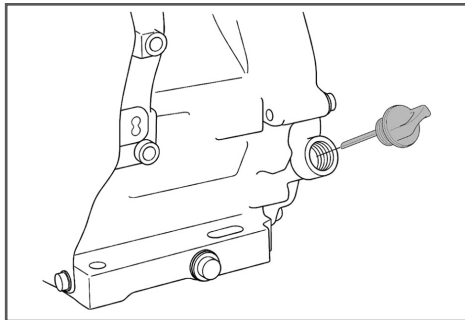

Рис. 7 Крышка-щуп маслосазливной горловины
2. Открутите крышку-щуп маслосазливной горловины и извлеките щуп (Рис. 7).
2. Выкрутите крышку-щуп маслозаливной горловины и извлеките щуп (Рис. 7).